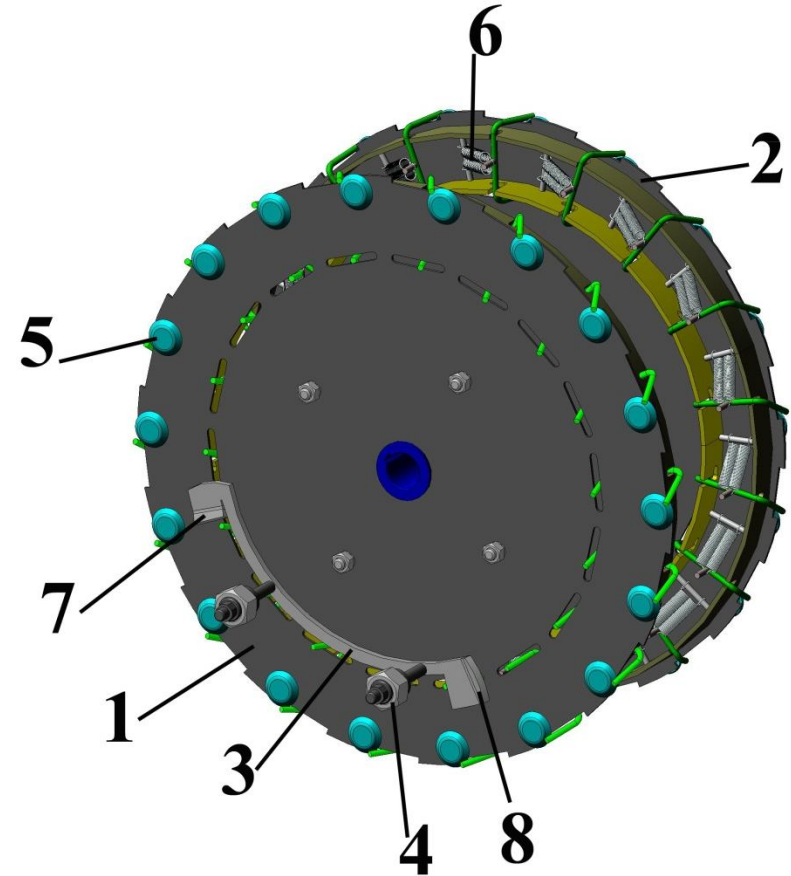

Рисунок 3 – Аппарат высаживающий
При необходимости норма высева может быть снижена в 2 раза по сравнению с указанной в таблице 2 снятием ложечек 5 в высаживающем аппарате через одну в шахматном порядке (см. рис. 3).
Для замены ложечки в высаживающем аппарате (см. рис.3) снимите пружину 6, извлеките ложечку 5 из пазов высаживающего диска 1. Установите в пазы ложечку требуемого размера, установите прижимную пружину 6, проверьте плотность прилегания ложечки к диску.
3.8.6 При длительной работе машины происходит постепенное изнашивание хвостовика ложечки 5 (см.рис.3). Для обеспечения полного открытия ложечки периодически необходимо производить регулировку лекала 3 (рис.3). При неполном открытии ложечки 5 при помощи регулировочной гайки 4 приблизьте лекало к поверхности высаживающего диска. После регулировки следует проверить вращение высаживающего аппарата и, при возникновении подклинивания высаживающего диска, расстояние от лекала до диска следует увеличить.